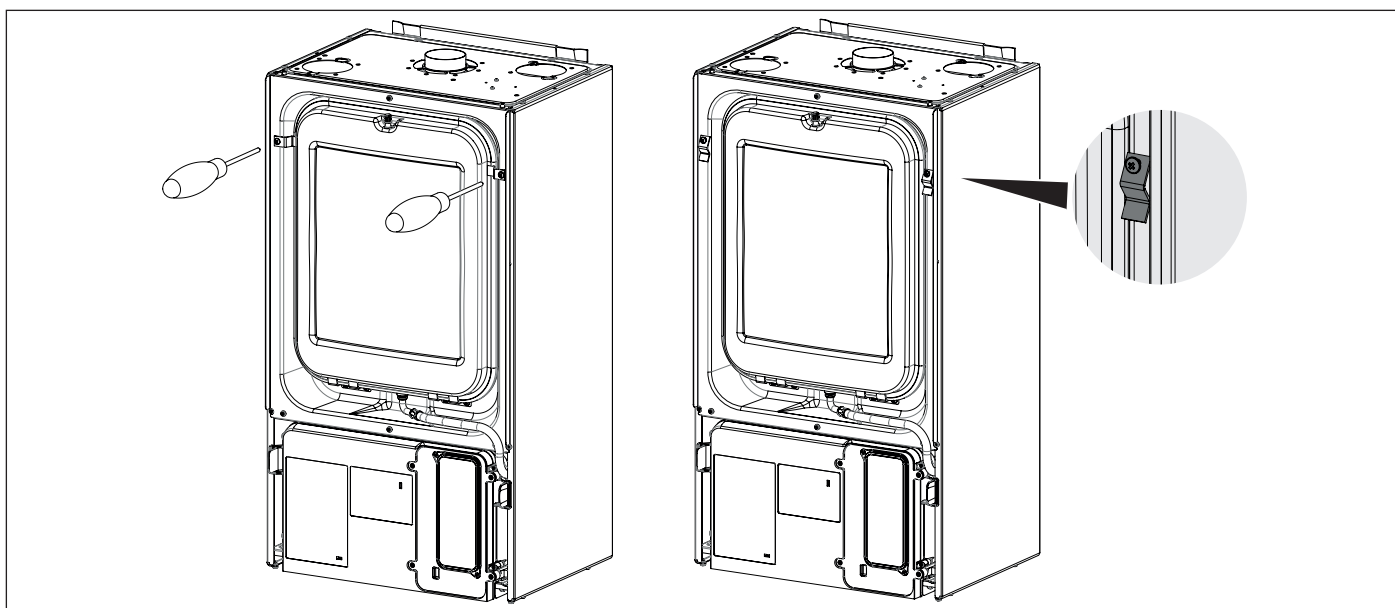
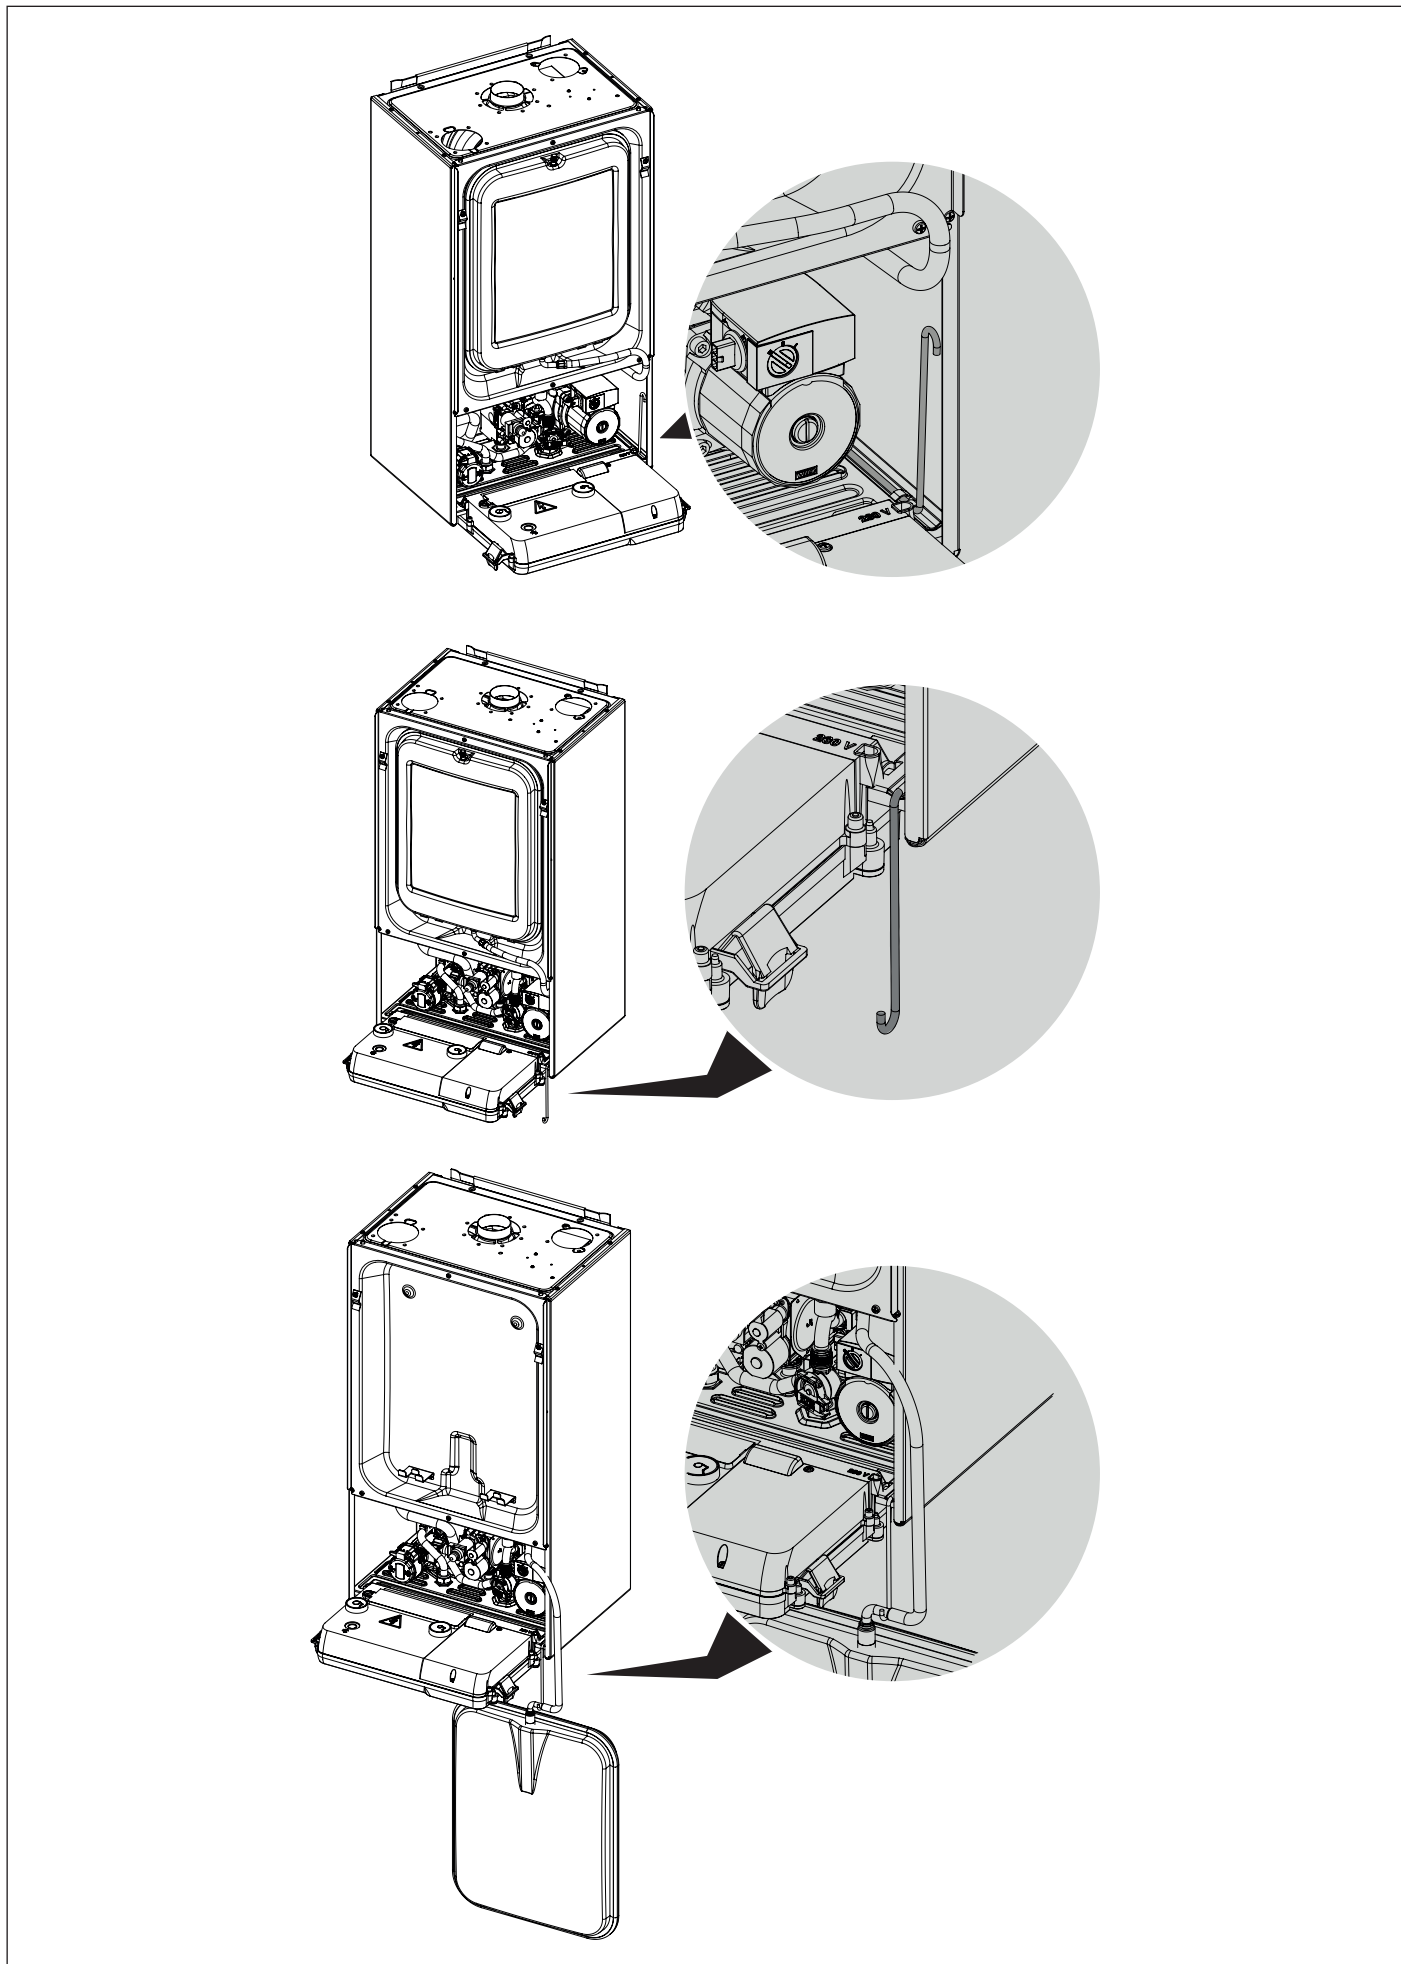

Рис. 36 Съемка фиксаторов расширительного бочка
Рис. 37 Скоба для закрепления расширительного бака
- Снять переднюю панель герметичной камеры, предварительно сняв расширительный бак (смотри Рис. 36 Съемка фиксаторов расширительного бочка и Рис. 37 Скоба для закрепления раширительного бака).